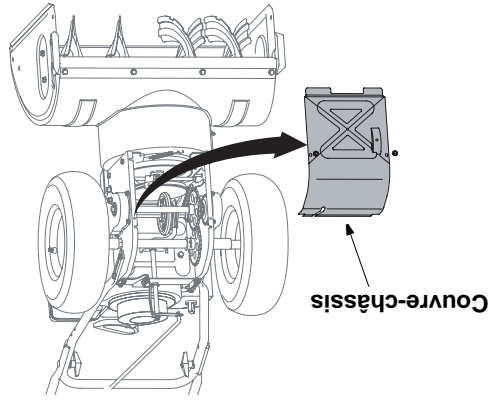

Figure 24
- Basculez la souffeuse vers l'avant pour la faire reposer sur l'habitacle. Enlevez les deux vis auto-taranduses du couvre-châssis sous la souffeuse et écarter-le. Voir la Figure 24.
- Basculez la souffléuse vers l'avant pour la faire reposer sur l'habitacle. Enlevez les deux vis auto-tarandouses du couvre-châssis sous la souffléuse et écarterz celui-ci. Voir la Figure 24 Faites faire un demi-tour à la vis à épaulement et dégagez-la du support de montage. Voir la Figure 24.